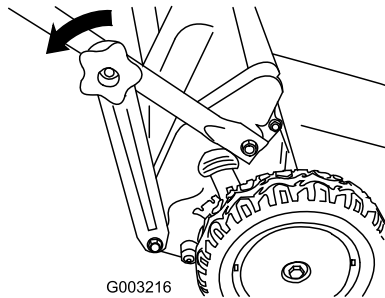

Figure 15
1. Retirez les boutons de fixation des supports aux extrémités de la partie inférieure du guidon (Figure 15).